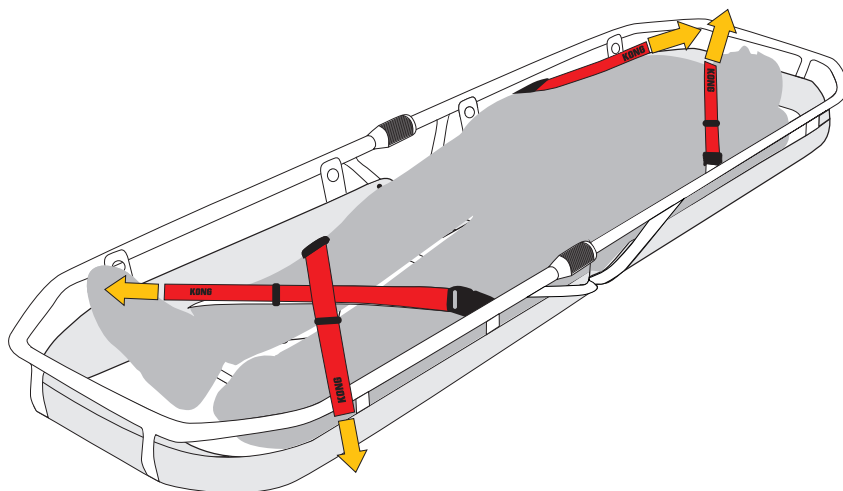

Fig.10
- b) adagiare il paziente nella barella, agganciare le fibbie e tensionare le fettucce fino a bloccarlo (fig. 10).